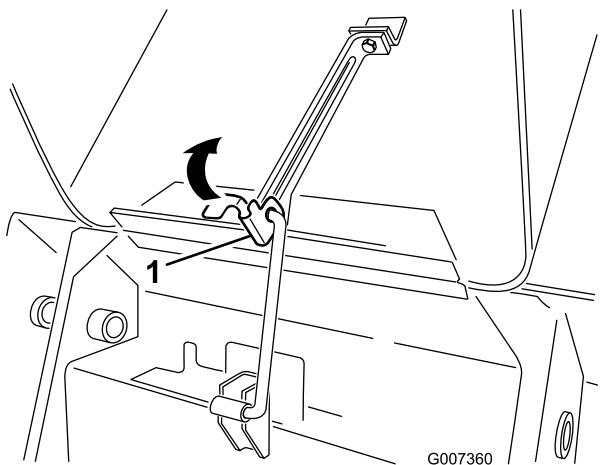

Figura 27
- Levante la pestaña que sujeta la varilla de soporte (Figura 27)